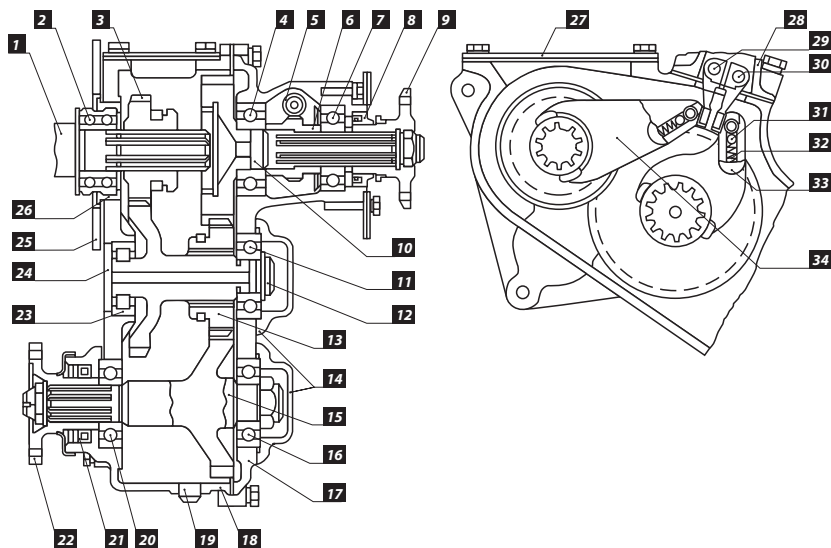

Рис. 1
- ❗ **ВНИМАНИЕ:** Перед снятием Раздаточной коробки (далее РК) с автомобиля – слейте масло, открутив гайку [19] (Рис. 1) (объем масла в РК 0.8 л).
1. Открутите крепление переднего и заднего карданов к фланцам [9], [22] (Рис. 1).